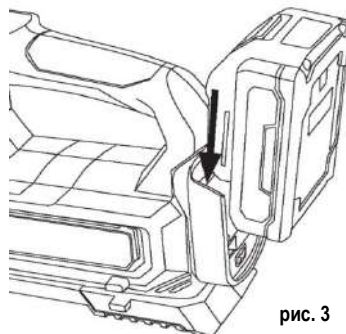

рис. 3
- установите или извлеките аккумуляторную батарею(рис. 3)